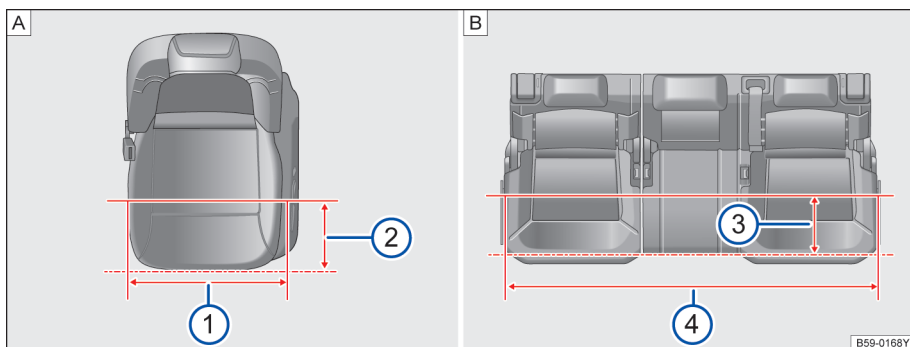

图 91 座椅座宽
如图→图 91A在距离前排座椅边缘 200mm 时→图 91②，前排座椅座垫宽度为 498.5mm→图 91①。
如图→图 91B在距离后排座椅边缘 200mm 时→图 91③，后排座椅座垫宽度为 1378.9mm→图 91④。